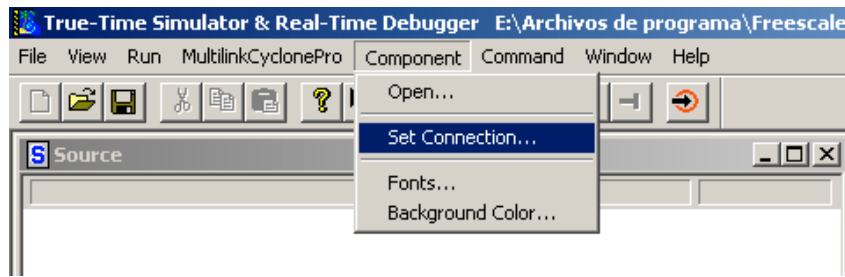

Figura 2.- Selección de la interface “*Open Source BDM*” para el *R(S)\_POD*.
- 4) La herramienta por “**Default**” (defecto) del sistema es el “**Multilink / CyclonePro**” por lo que se deberá cambiar ello a “**Open Source BDM**” que es la interface natural para el sistema *R(S)\_POD*. Para ello haremos “click” en la solapa “**Component**” de la barra de Herramientas (Figura 2). Tener en cuenta de conectar antes al puerto USB de la PC el sistema *R(S)-POD* y que aplicación / herramienta estén correctamente alimentados y listos para funcionar.